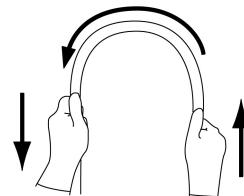

図1
- 2.挿入部を両手で持ち、全長にわたって図1に示すように順次半円の頂点をすらすように曲げたときに、適切な軟らかさを有しており、軟らかさが不連続になっているなどの異常がないこと。